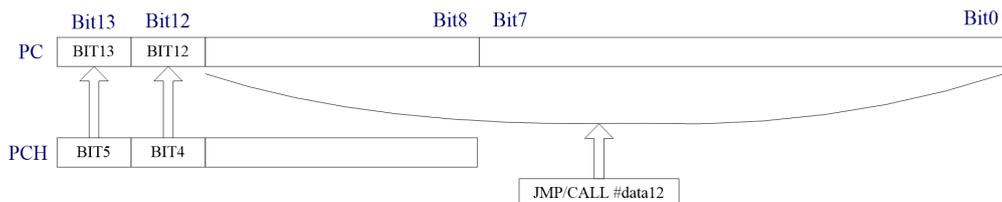

图 3.5 执行 JMP/CALL 指令时 PC 的变化图
在执行 JMP 或者 CALL 指令时，程序计数器 (PC) 的值将变为 PCH\_BIT5 和 PCH\_BIT4 以及指令所带立即数 (#data12)，如图 3.5 所示。